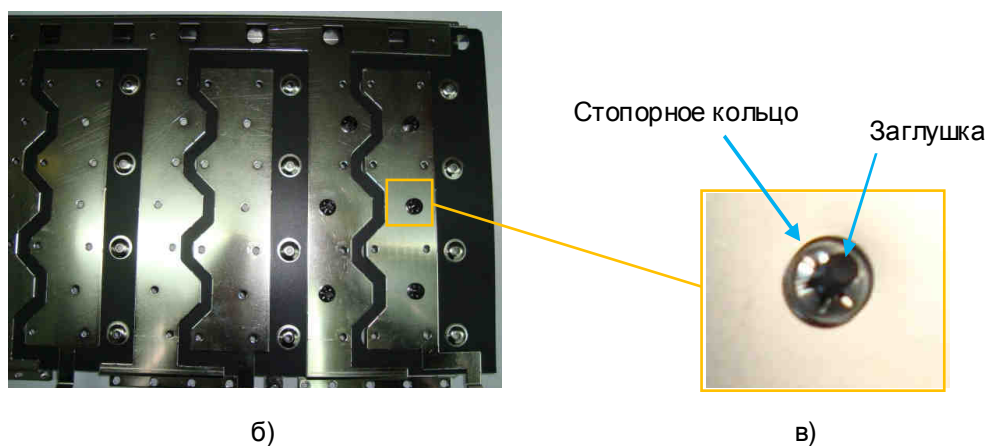

Рис. 7.16.
7.11.1.1. Собрать на рабочем столе пакет изолирующих прокладок и шин блока конденсаторов. Места установки заглушек показаны стрелками (рис. 7.16а).
7.11.1.2. Скрепить собранный пакет изолирующих прокладок и шин 24 заглушками и стопорными кольцами (рис. 7.16б, в).
Рис. 7.16а.